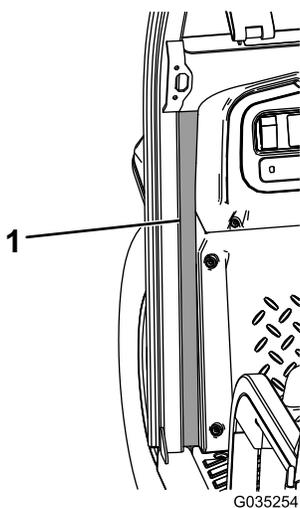

Figure 15
11. Retirez la bande au dos des joints mousse avant gauche et droit et fixez les joints sur la machine (Figure 15).